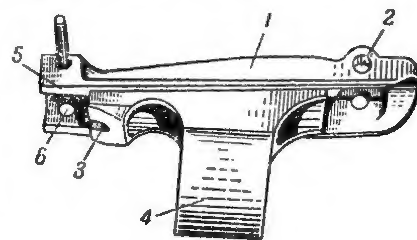

Рис. 11. Колодка прицела:
12. Колодка прицела (рис. 11) служит основанием прицела. Она имеет: сектора для установки высот прицела, проушины для цапф прицельной планки, продольный канал для прохода толкателя стебля затвора, кольцо, пазы и поперечное отверстие для крепления колодки на стволе.